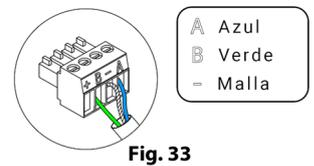

Fig. 33
Para la conexión al bus máquina de la central (2) dispone de 1 borna de 4 pines. Fije los cables con los tornillos de la borna respetando el código de colores (Fig. 33). Utilice la malla únicamente en el conector del lado de la central.